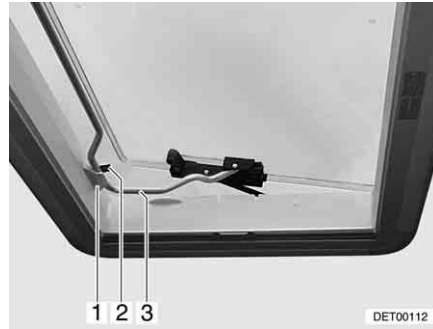

Fig. 60 Lanterneau Heki en position de ventilation 2
- Insérer l'étrier (Fig. 60,3) dans le support (Fig. 60,1).
- Placer le levier (Fig. 60,2) sur l'étrier.